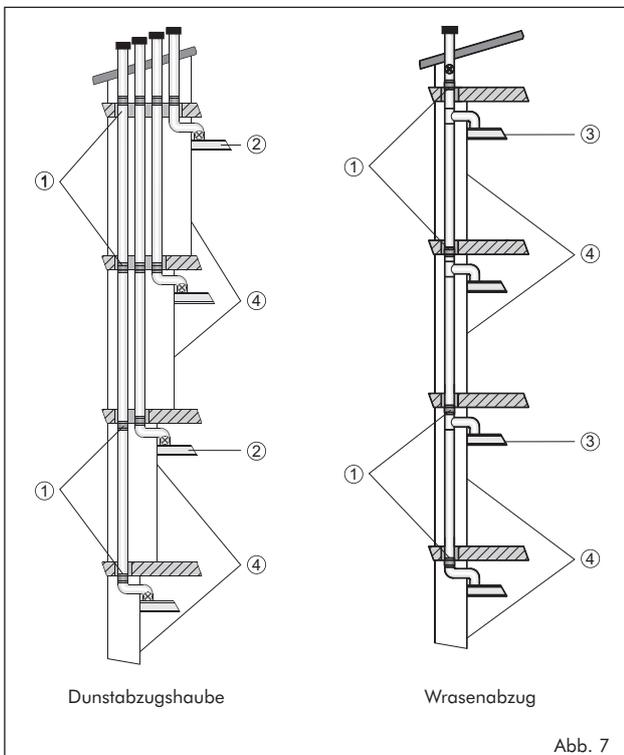

Abb. 7
- Dunstabzugshauben mit eigenem Ventilator (nur bei Absperrvorrichtung in der Decke, siehe Abbildung 7)